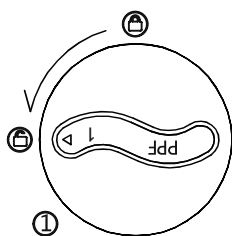

Figura 6
4. Rotiți filtrul 90° în sensul invers acelor de ceasornic rapid, astfel ca semnul triunghi de pe capul filtrului să coincidă cu semnul ⊕, scoateți filtrul ca în figura 6.